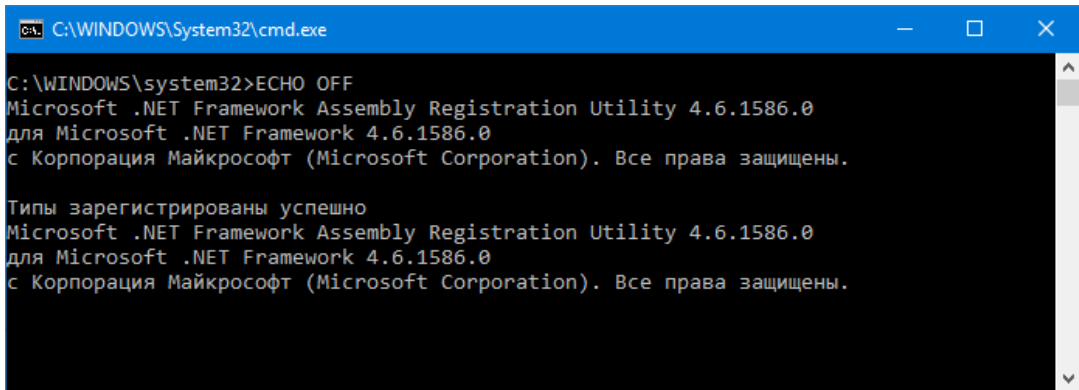

Рисунок 4 – Результат регистрации библиотек
- Автоматически произойдет регистрация необходимых для работы библиотек (рис. 4);